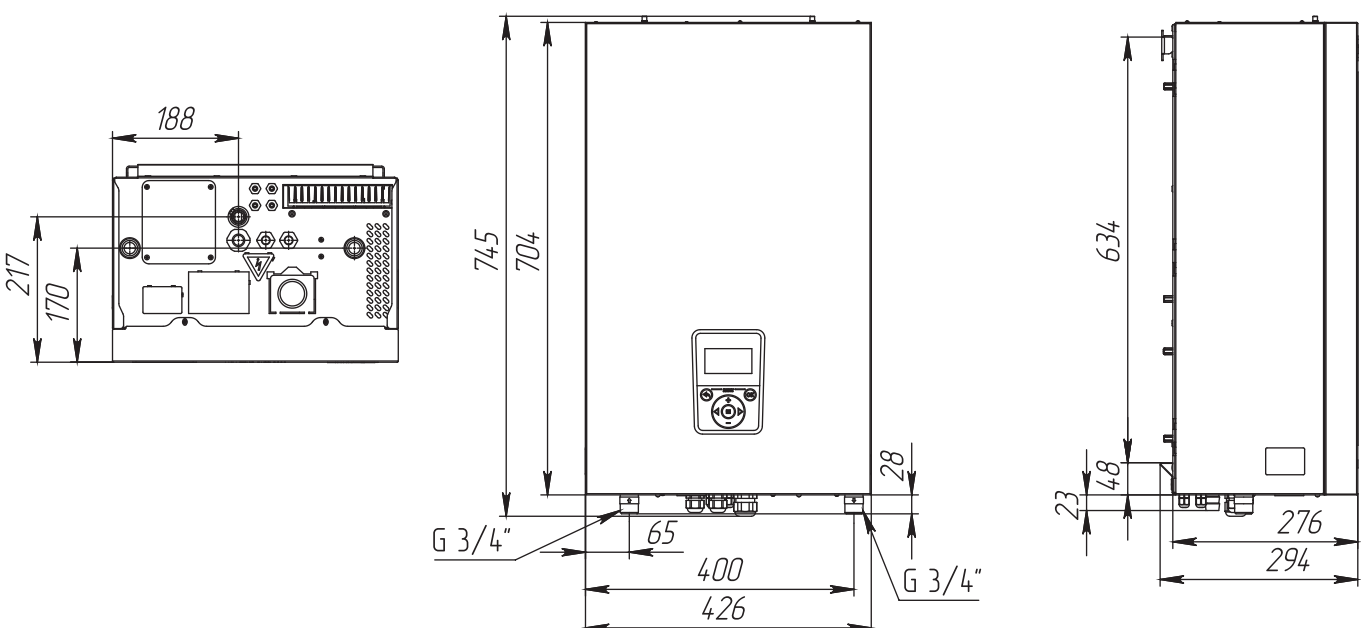
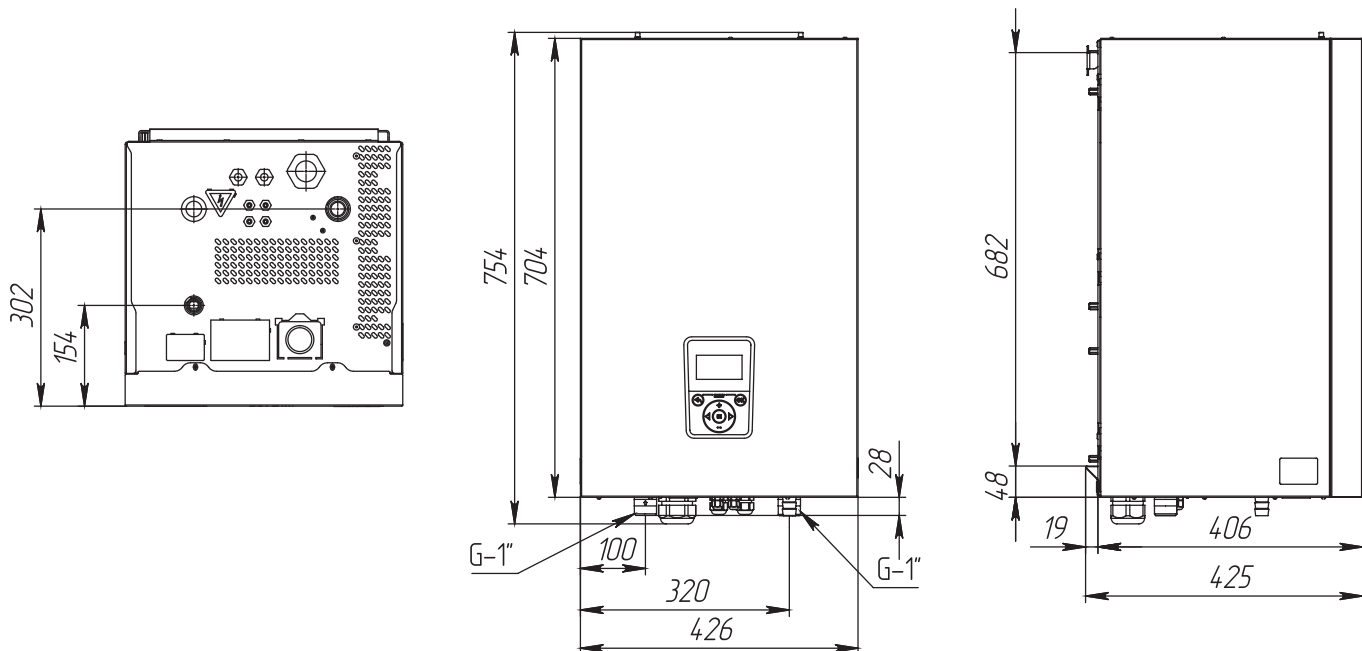

Рис.10 Габаритные размеры ZOTA МК-Х Plus 6-24 кВт
Рис.11 Габаритные размеры ZOTA MK-X Plus 30-42 кВт
1. Подсоединить котел к системе отопления. Габаритные и присоединительные размеры котлов указаны на **Рис.10, Рис.11;**